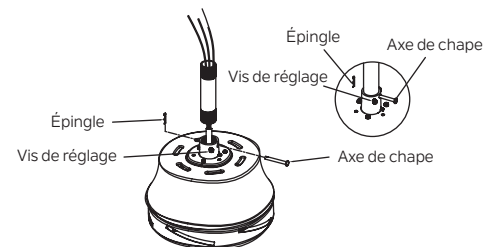

Fig. 8
Étape 4. Faites passer avec précaution les fils du ventilateur et le câble de sécurité à travers la tige descendante. Vissez la tige descendante sur l'accouplement du moteur jusqu'à ce que les trous des broches de la chappe soient alignés. Ensuite, remplacez l'axe de chappe et l'épingle, puis serrez les deux vis de réglage. (Fig. 8)